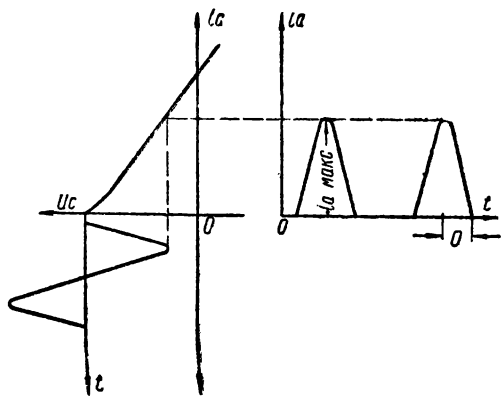

Рис. 4. Графики работы лампы при колебаниях второго рода (режим В)
При колебаниях второго рода ток в цепи лампы течет и изменяется лишь на протяжении некоторой части периода изменения напряжения на сетке (рис. 4). Такой прерывистый ток принято оценивать величиной и длительностью импульса. Длительность импульса выражают через угол отсечки Θ . Углом отсечки Θ называется половина той части периода в угловом измерении, в течение которой в анодной цепи лампы протекает ток.
2. Режим класса B_1 — режим работы лампы при колебаниях второго рода без сеточных люков с углом отсечки, равным 90° (см. рис. 4).